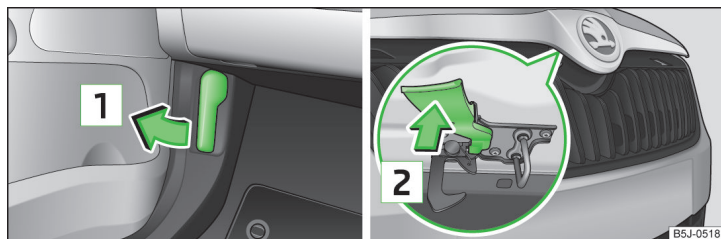

Fig. 127 Maneta de deblocare a capotei motorului / maneta de deblocare
- Trageți de maneta de deblocare de sub planșa de bord, în sensul săgeții  » fig. 127.
Nu deschideți niciodată capota motorului de maneta de deblocare » fig. 127.